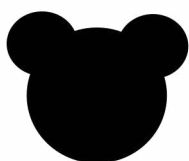

Abbildung 1 (oberes Loch)
- Stecken Sie den Pfosten mit den 2 unteren Stiften durch das obere Loch mit den 2 seitlichen Öffnungen (Abbildung 1) und führen Sie ihn in das untere Loch ein (Abbildung 2). Ziehen Sie den Pfosten leicht nach oben, drehen Sie ihn um 180° um seine Achse und senken Sie ihn ab. Nur so ist der Pfosten verschlossen und sicher!